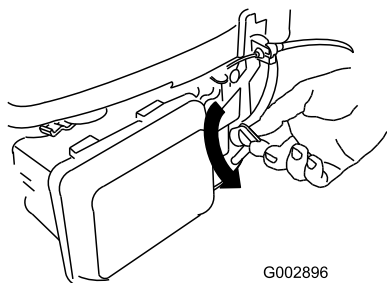

Figure 15
1. Tournez le levier du robinet d'essence en position ouverte (Figure 15).